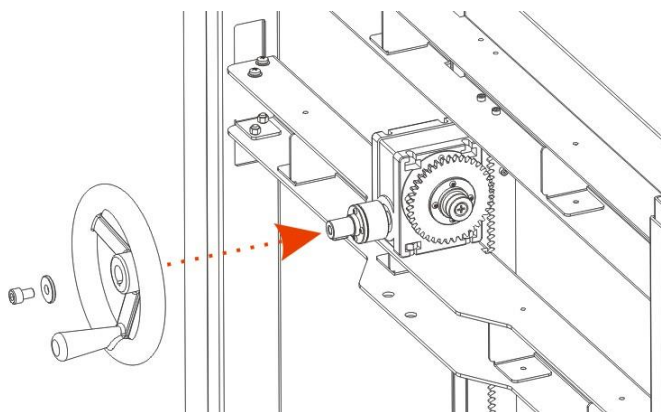

Рис. 4-6
4. Закрепите регулировочное колесо (6) на механизме подъема шаблонной рамы, используя винт (А) и шайбу (7) (см. рис. 4-6).